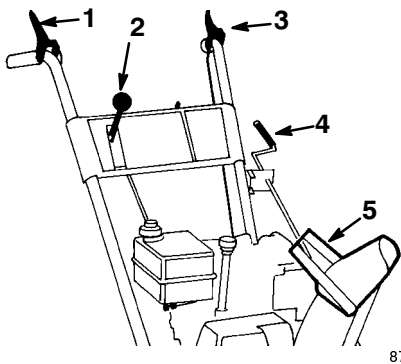

Figure 17
- **Commande de tarière/roue hélice** (Fig. 17)—Pour embrayer la tarière et la roue hélice, serrez la manette contre la poignée de droite du mancheron de droite. Pour les débrayer, lâchez la manette.
- **Levier de changement de vitesse** (Fig. 17)—Cette commande offre cinq vitesses : deux vitesses de marche arrière et trois vitesses de marche avant. Pour changer de vitesse, placez le levier dans la position souhaitée. Le levier s'engage dans un cran pour chaque vitesse choisie. Le changement de vitesse peut être dur lorsque la machine doit fournir de gros efforts.
- **Commande de traction** (Fig. 17)—Pour embrayer la traction (entraînement des roues), serrez la manette contre la poignée du mancheron de gauche. Pour arrêter la traction, lâchez la manette.
- **Commande d'orientation de l'éjecteur** (Fig. 17)—Tournez la commande d'orientation dans le sens des aiguilles d'une montre pour déplacer l'éjecteur vers la gauche, ou en sens contraire pour le déplacer vers la droite.
- **Poignée du déflecteur** (Fig. 17)—Déplacez la poignée du déflecteur vers l'avant pour rejeter la neige plus bas ou vers l'arrière pour la rejeter plus haut.
2. Vérifiez si la manette de commande de tarière/roue à hélice et la manette de commande de traction sont bien *débrayées* (Fig. 17).
10. Sélectionnez la première (Fig. 17), serrez la manette de commande de traction contre la poignée, puis relâchez-la. Si la déneigeuse se met à avancer avant que vous ayez engagé la manette de commande ou après que vous l'ayez relâchée, reportez-vous à la rubrique *Réglage de l'entraînement de traction*, page 22.
4. Relâchez les manettes de commande de traction et de tarière/roue hélice (Fig. 17).